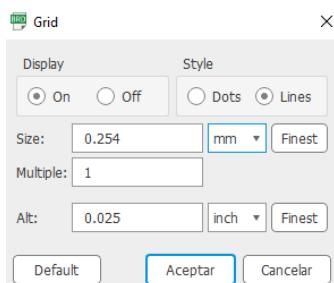

Figura 2: Configuración del grid en escala de **mm**
3. Previo a determinar la longitud de cada línea de transmisión es necesario cambiar rejilla ó grid  a unidades **mm**, para ello en la ventana principal se debe acceder a **View→Grid** donde se podrá hacer la configuración según se muestra en la figura 2